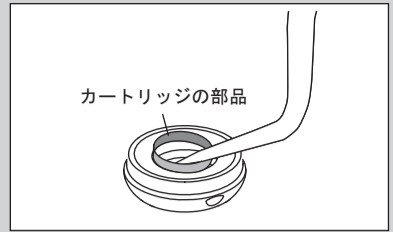

図21
- ・カートリッジを取り外す際、ハンドピースの使用状況によってはカートリッジが分解してヘッドキャップ内に部品が固着していることがあります。その際は、ピンセットなどを固着した部品の下に挿し込み取り外してください(図21)。